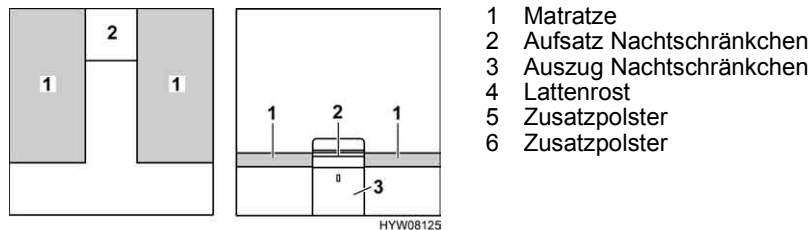

Bild 90 Vor dem Umbau
- Aufsatz des Nachtschränchens (Bild 90,2) entfernen und beiseite stellen.